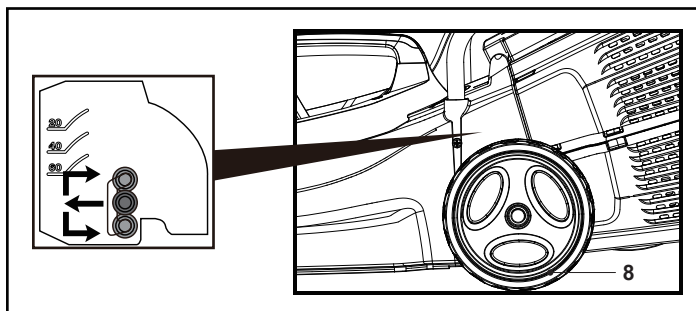

Rys. 8
2. Maszyna jest przeznaczona tylko do zastosowań domowych, nie do zastosowań komercyjnych. Nie należy jej używać do celów innych niż wskazane. Maszyny należy używać w odpowiedni sposób (rys. 8).